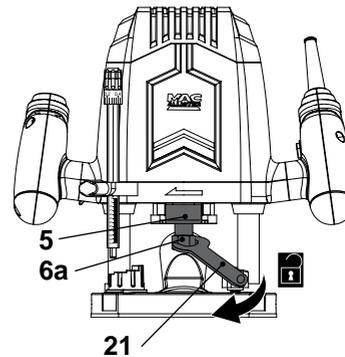

Fig. 3
- > Appuyez sur le bouton de verrouillage de la broche [5] et maintenez-le en position tout en desserrant l'écrou de verrouillage [6a] à l'aide de la clé [21] (Fig. 3).